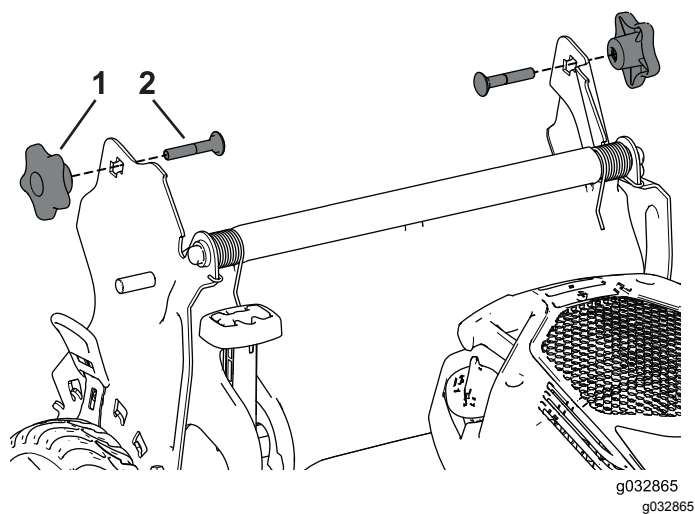

Figura 28
3. Inserite il bullone a testa tonda (con la testa del bullone rivolta verso l'interno) attraverso la staffa della stegola e il foro superiore nell'estremità della stegola. Assicuratevi che i bordi quadrati di ciascun bullone a testa tonda si inseriscano nel foro quadrato superiore o inferiore nella relativa staffa della stegola (Figura 28).